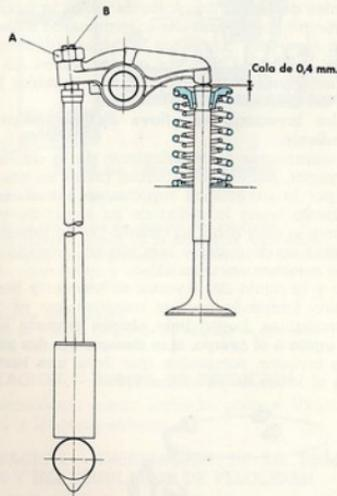

Fig. 20. - Ajuste del juego de válvulas
- 2.° Aflojar primero con una llave la tuerca A (fig. 20) y luego con un destornillador la rótula B, para aumentar el juego entre válvula y balancín.
a) Si el juego entre válvula y balancín es mayor que el indicado (V. fig. 20), la distribución resulta ruidosa.